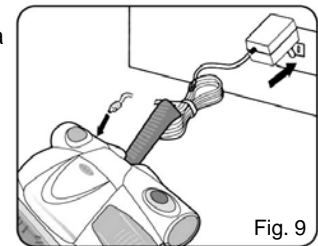

Fig. 9
1. Branchez la fiche du chargeur dans la prise de chargement située à l'arrière de la balayeuse. Branchez l'adaptateur de chargement dans la prise murale (120 V, 60 Hz). Utilisez seulement le TechWorld AD-1215-UL8 (fig. 9).